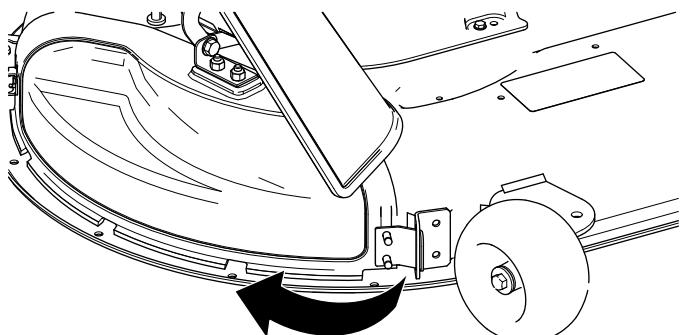

Bild 14
- Drehen Sie die Auswurfkanalabdeckung nach hinten und zum Mähwerk, sodass die Auswurfkanalabdeckung mit dem Mähwerk bündig ist (Bild 14).